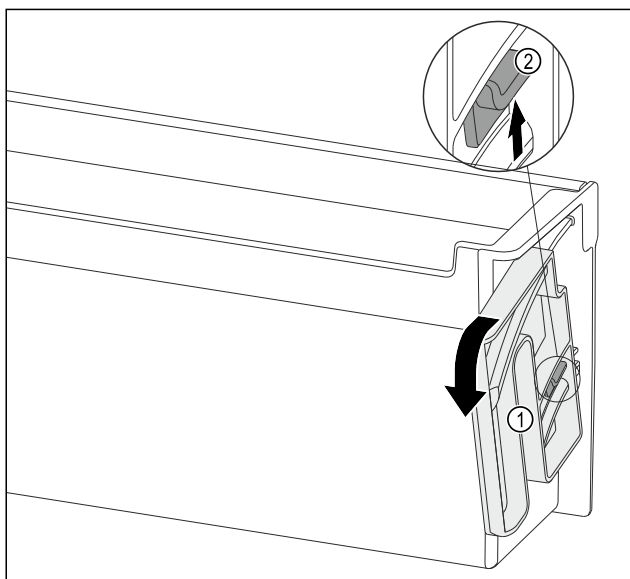

Fig. 94
- Otočnou část Fig. 94 (1) otočte určeným směrem až na doraz.
- Závěs Fig. 94 (2) zatlačte nahoru a otočnou část Fig. 94 (1) odeberte.